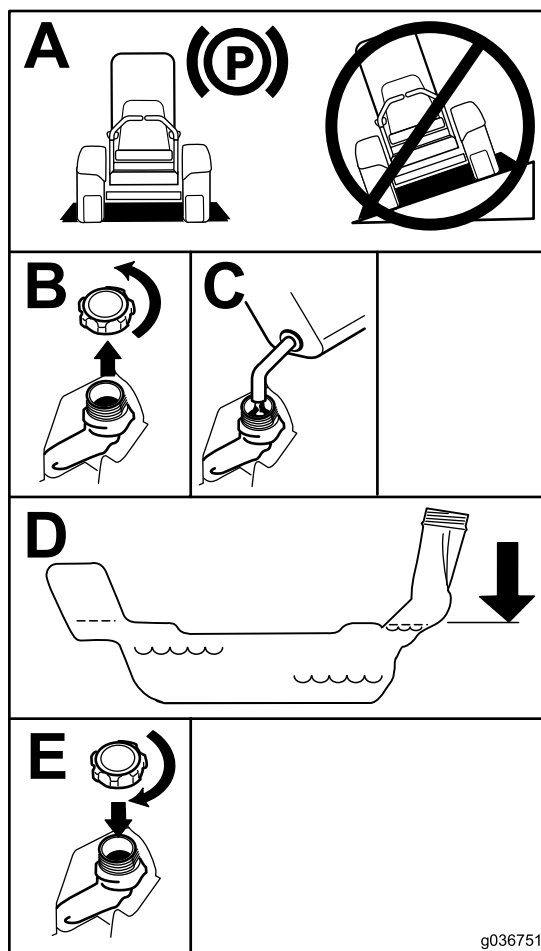

Figura 8
5. Llene el depósito de combustible hasta la parte inferior del cuello de llenado (Figura 8).